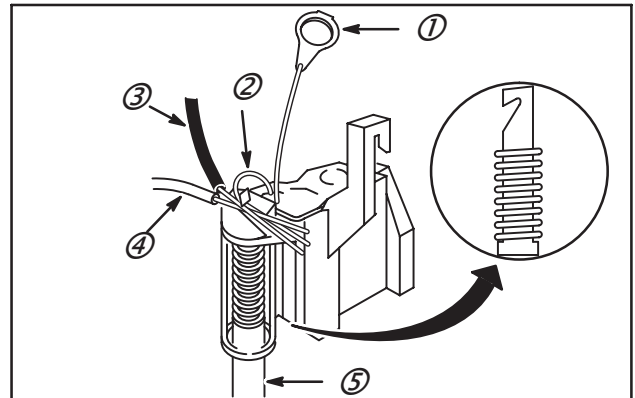

Fig. 15
2. Utiliser un chasse-goupille de diamètre 4,7 mm (5) ou un contact de condensateur Réf. : 294628 pour comprimer le ressort du clip de fil et insérer le contact d'arrêt et le fil primaire de la bobine d'allumage sous le crochet du clip, Fig. 15. Conducteur de masse du module (1), fil du module (2), fil de primaire de la bobine (3), fil vers contacteur d'arrêt (fil de masse) (4).